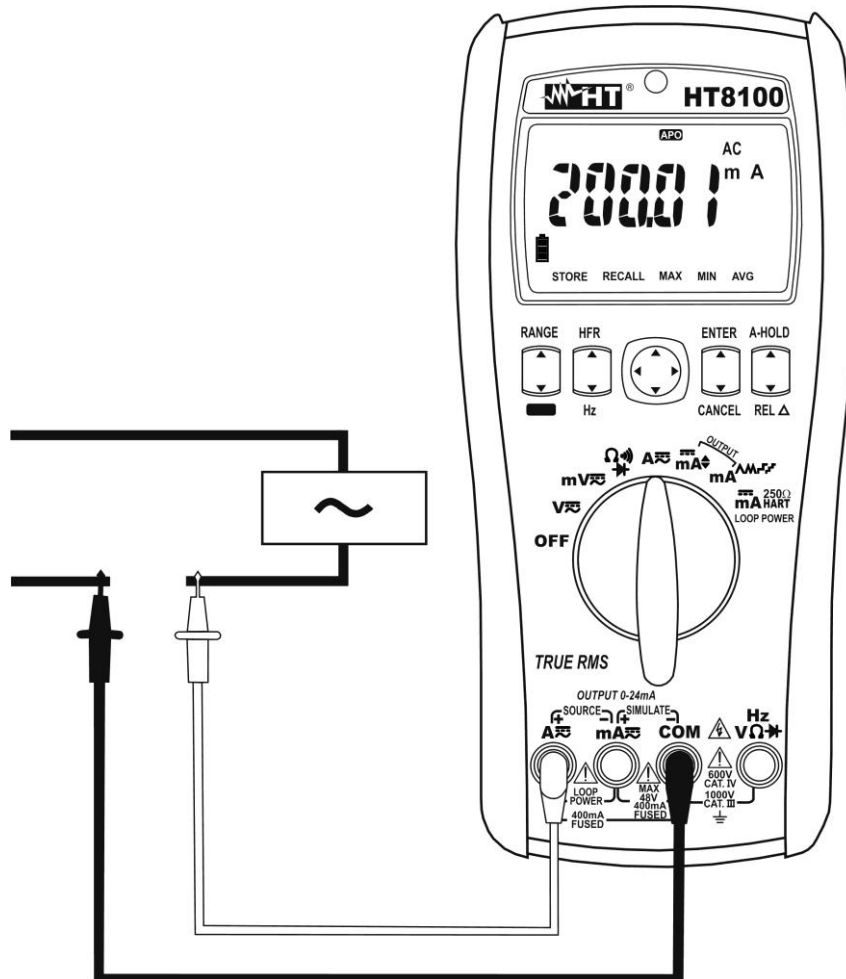

Fig. 5 : Utilisation de l'instrument pour mesure de courant AC
5. Connecter l'embout rouge et l'embout noir en série au circuit duquel on veut mesurer le courant (voir Fig. 5)